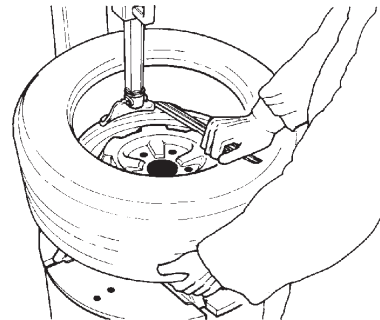

Fig. 4.1-7
**H.** Démontez le deuxième talon en exécutant les mêmes opérations. Soulever le pneu de la main gauche dans une position opposée à l'outil pour maintenir le talon dans le creux (Fig. 4.1-7).